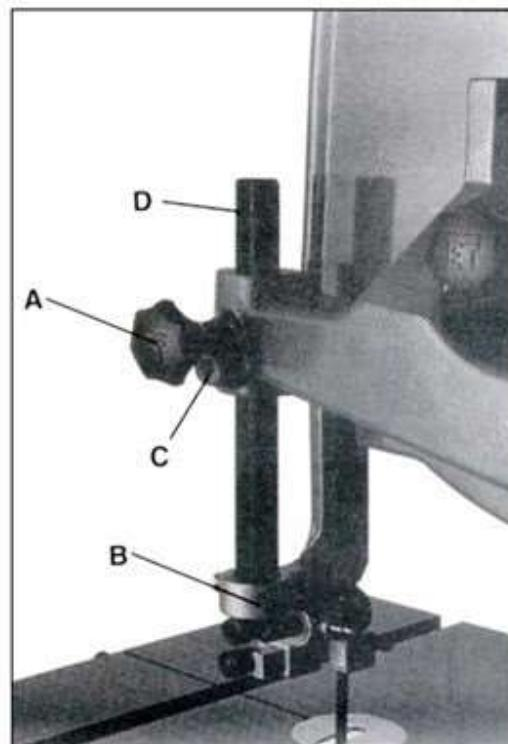

Рис. 2
металлическую защиту пильного полотна к верхнему кронштейну (B, Рис. 2) и снимите защиту.
пильного полотна (B, Рис. 2) с направляющей стойки (D, Рис. 2).
13. Ослабьте фиксирующую рукоятку направляющей стойки (A, Рис. 2). Ослабьте, но не выкручивайте до конца винт фиксатора (C, Рис. 2), чтобы ослабить давление фиксатора на направляющую стойку.
14. Затяните винт фиксатора (C, Рис.2).